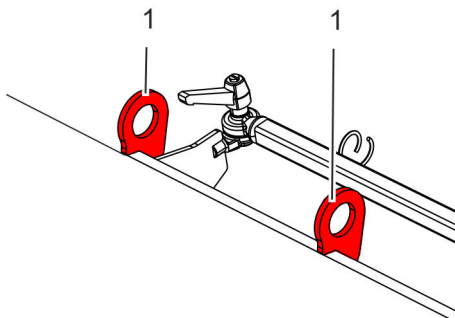

Abb. 27: Anschlagpunkte
1. ➔ Seile, Gurte oder Mehrpunktgehänge an den Anschlagpunkten (Abb. 27/1) anschlagen.